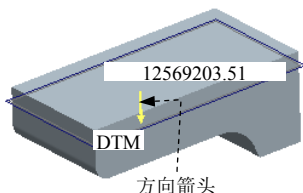

图 15.2.23 定义方向
① 输入分析特征的名称。在 **分析** 选项卡中的“创建临时分析”下拉列表中选择 **特征** 选项, 在其右面的文本框中输入分析特征的名称 VOLUME_1, 并按回车键。
② 定义分析特征。选取模型树中的基准平面 DTM2。设置图 15.2.23 所示的方向为正方向(可单击方向箭头进行切换), 此时系统在图 15.2.22 所示的结果区域显示分析结果。
③ 在 **特征** 选项卡的 **重新生成** 下拉列表框中, 选择“始终”。在“参数”区域中将参数 ONE_SIDED_VOL 的创建栏选中。
(4) 完成分析特征的创建。单击“单侧体积”对话框中的  按钮。